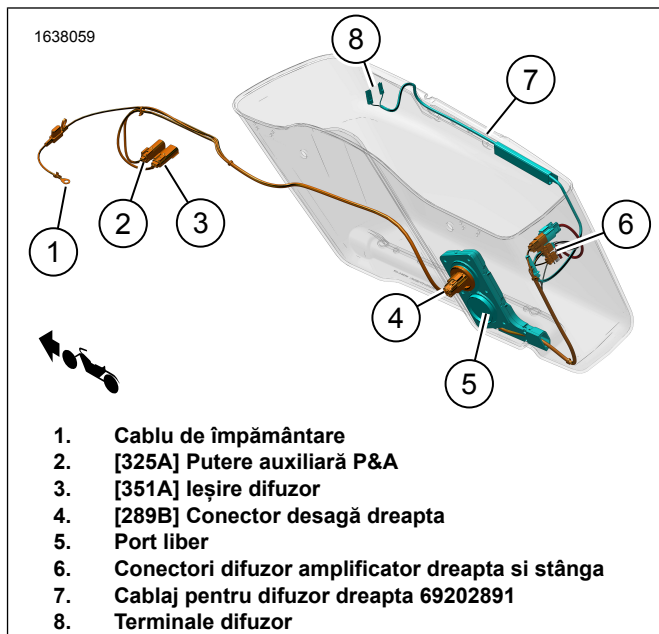

Figura 5. Traseele cablajului pentru desaga din dreapta
- g. Dirijați cablajul (5) prin orificiul garniturii inelare.
- h. Montați garnitura inelară (3) pe cablaj (5).
- i. Reglați garnitura inelară (3) după cum este necesar și instalați în desagă.
13. Figura 5 Montați cablajul pentru difuzor dreapta.
- b. Figura 5 Dirijați cablajul (7) după cum este prezentat.